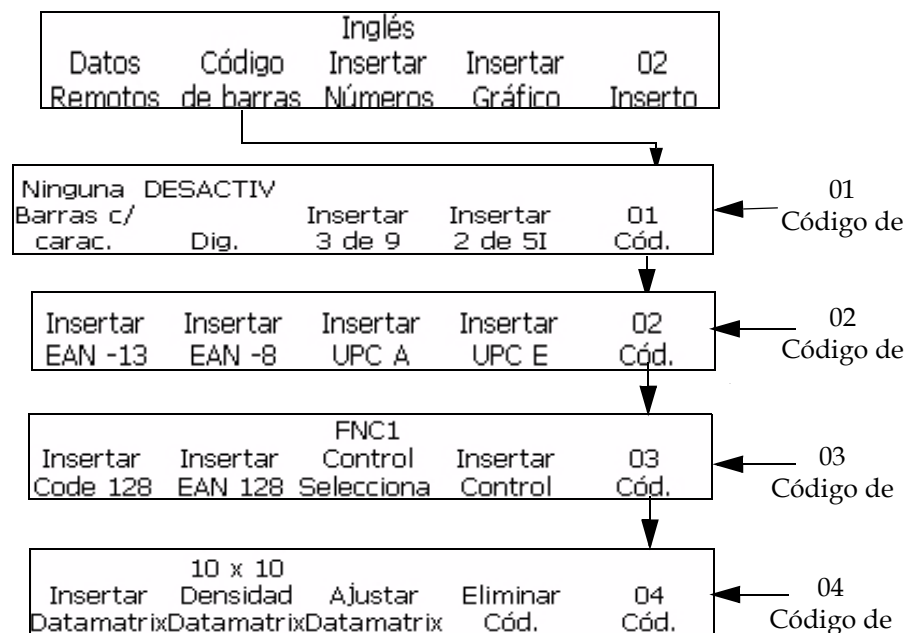

Figura 5-57: Marco <04 Código de>
- Comience en el marco <02 Inserto> (01 Edición > 02 Edición - Insertos > 01 Inserto > 02 Inserto). Consulte la Figura 5-57.
- 2 Pulse la tecla F2 para seleccionar <Código de barras>. A continuación, pulse la tecla F5 dos veces. El marco <03 Código de> aparecerá en la pantalla. Consulte la Figura 5-57 en la página 5-69.